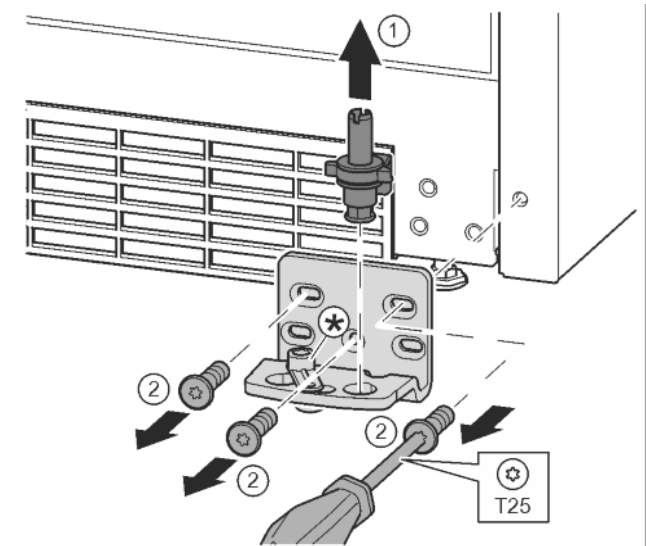

Fig. 16
- ▶ Извадете изцяло нагоре лагерния болт. Fig. 16 (1)
- ▶ Отвийте винтовете с отвертка T25 и свалете лагерната стойка. Fig. 16 (2)